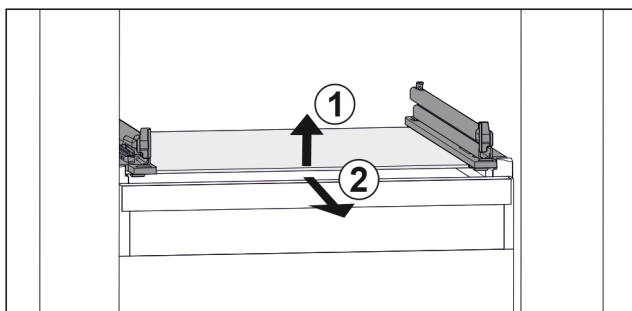

Fig. 106 Exempel på glashylla
- Lyft glashylla framtill. Fig. 106 (1)
- Ta ut glashylla framåt. Fig. 106 (2)